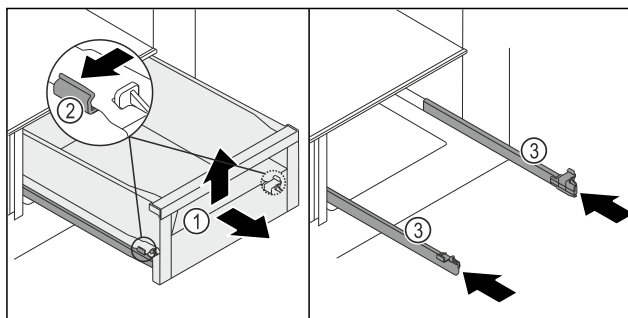

Fig. 100
- Wysunąć szufladę Fig. 100 (1) do oporu.
- Zacisk Fig. 100 (2) wcisnąć po lewej i prawej stronie na szynach równomiernie na zewnątrz.
- Szuflada Fig. 100 (1) zostaje zwolniona z szyn.
- Szufladę Fig. 100 (1) należy unieść w przód.
- Szufladę Fig. 100 (1) należy wyjąć w przód.
- Wsunąć szyny Fig. 100 (3).